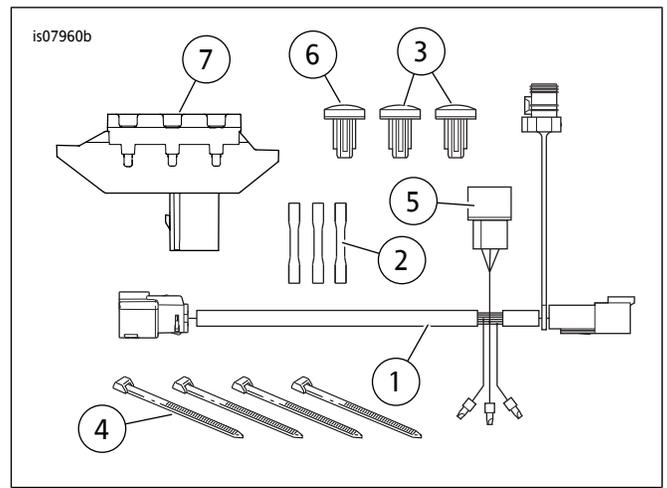

图3。维修零件：电气连接线束
参见图3和表3。
3. 将盖板从面板上拆下。参见维修手册。参见图3。安装开关面板( 7 )与开关( 3 )和( 6 )，使“ACC”开关位于中间和右侧位置。
参见图3。定位继电器( 5 )时需要使其接线端朝下。